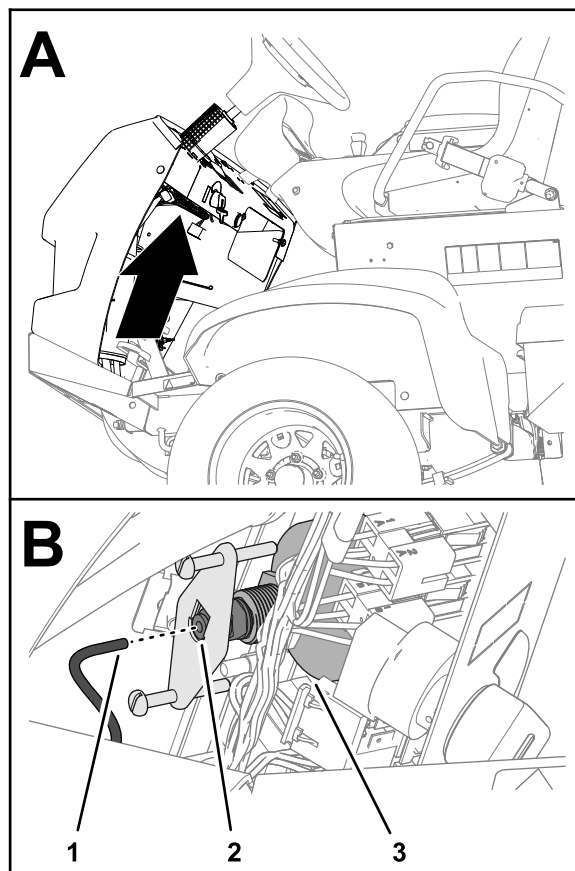

図 137
5. 水圧計の後ろについているチューブを外して、チューブの端を容器に入れる **図 137**。